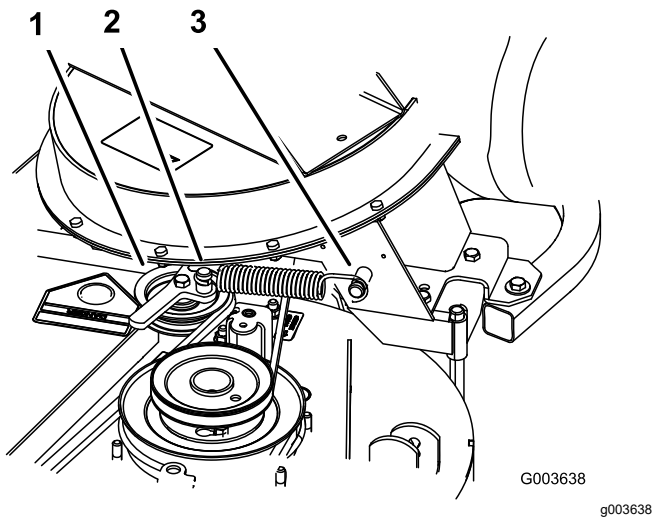

Figure 42
6. Montez le ressort comme montré à la Figure 42.